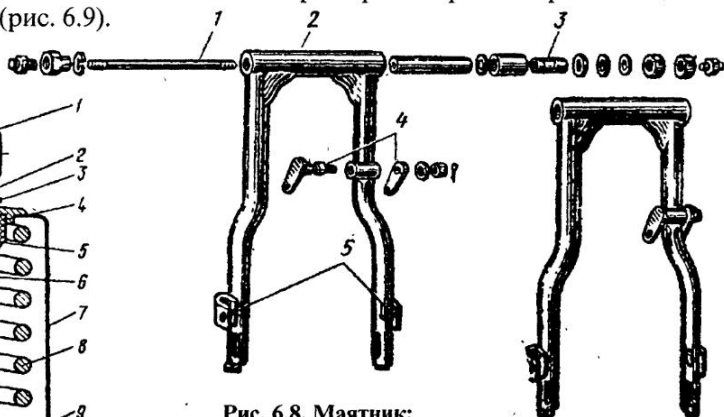
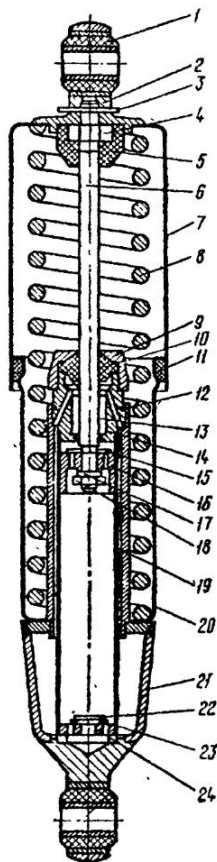

Рис. 6.8. Маятник:
Рис. 6.9. Задний амортизатор "Иж-Планета-3":
На мотоциклах "Иж" применяется рычажная (маятниковая) задняя подвеска с пружинно - гидравлическими амортизаторами (рис. 6.8). Направляющими для задней подвески служат перья маятника, шарнирно закрепленного на раме мотоцикла. К проушинам маятника через резино - металлические втулки крепятся амортизаторы. Верхней частью они через такие же втулки соединены с рамой. Принцип действия амортизатора тот же, что и в передней вилке. Рассмотрим работу гасителя колебаний на примере амортизатора мотоцикла "Иж-ПЗ" (рис. 6.9).
Признаками неисправности маятниковой вилки является потеря мотоциклом способности “держатъ дорогу”, а также металлические стуки в месте крепления маятника к раме. Возможные неисправности маятниковой вилки связаны, как правило, с износом входящих в нее деталей. Определить характер неисправности можно, установив мотоцикл на центральную подставку и покачивая вилку с колесом в горизонтальной плоскости. При обнаружении ослабления затяжки оси нужно подтянуть гайки (см. рис. 6.8) и прошприцевать втулки. Если это не помогает, то нужно заменить изношенные детали исправными. Для этого необходимо произвести разборку маятниковой вилки.
- вынуть шплинт 3 (рис. 6.9) из верхнего наконечника;